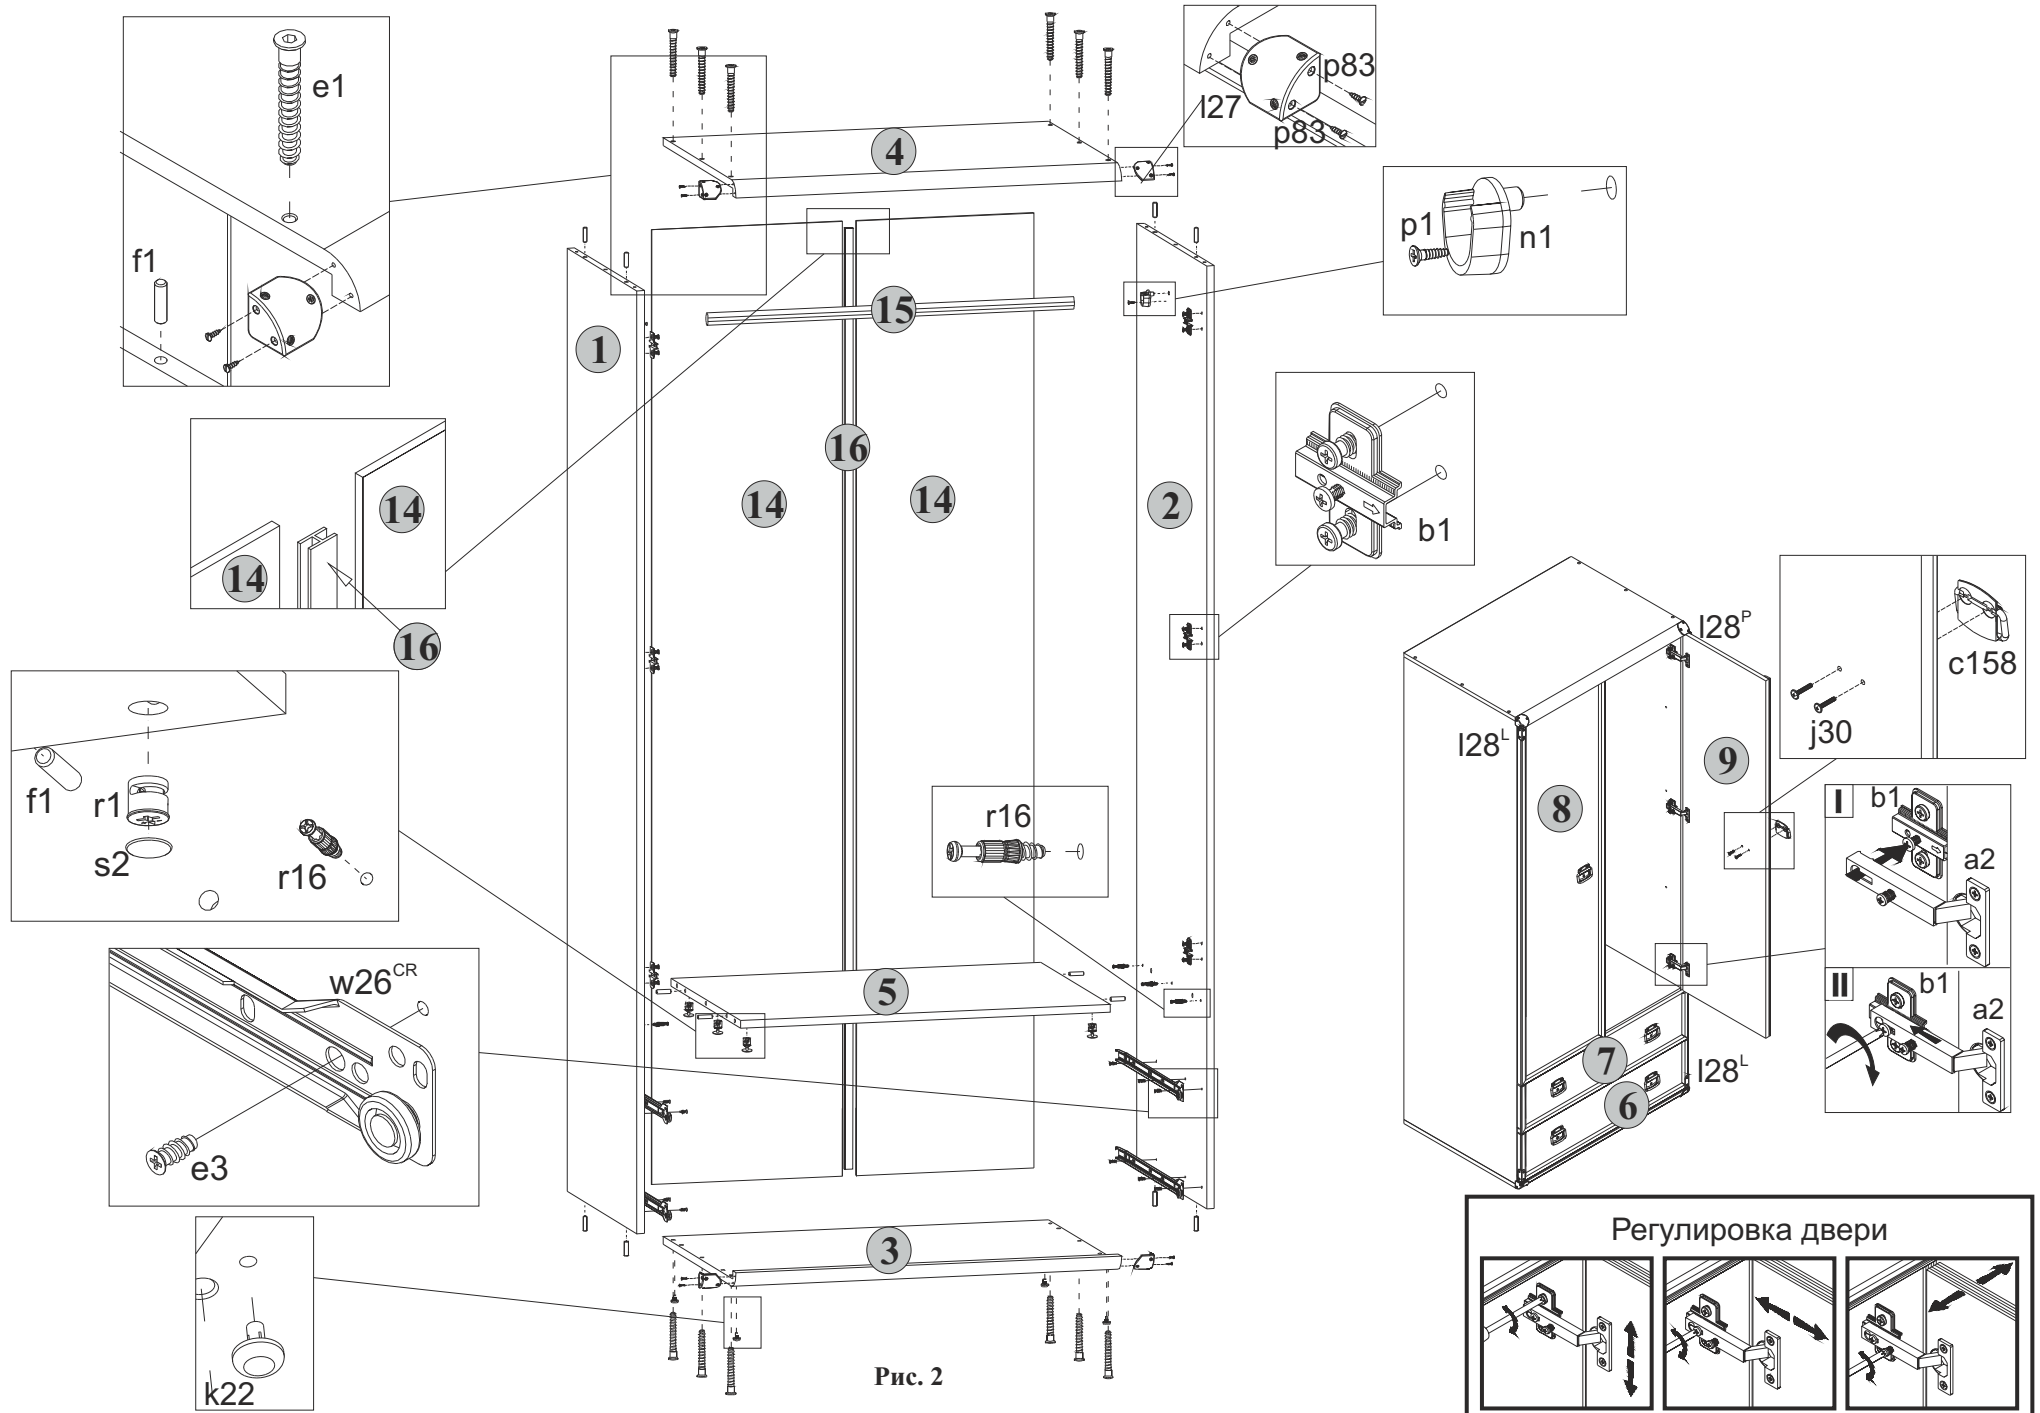

Рис. 2
- 5.10 К стенкам боковым **1** и **2** присоединить щиты нижний **3** и верхний **4** и стянуть еврошурупами **e1**, пользуясь специальным ключом **z1** из комплекта фурнитуры (**см.рис. 2**).
- 5.26 Положить двери **8** и **9** фасадной поверхностью вниз на ровную поверхность. Закрепить на дверях петли шарнирные **a2**, пользуясь крестообразной отверткой (**см.рис.2**).
- 5.27 Навесить двери на корпус шкафа, совместив петли шарнирные **a2** с направляющими петлей **b1** (**см.рис.2**). При необходимости отрегулировать положение дверей вращая регулировочные винты, как показано на **рисунке 2**.
кромках полки соединительной 5 вбить деревянные шканты f1 (см.рис. 2).
5.5 В отверстия диаметром 5 мм над направляющими роликовыми w26^{CL} и w26^{CR} на внутренних поверхностях стенок боковых 1 и 2 вкрутить винты стяжки r16, пользуясь крестообразной отверткой (см.рис. 2).
5.7 На нижней поверхности полки соединительной 5 в отверстия диаметром 15 мм вставить стяжки эксцентриковые r1 (см.рис. 2).
5.8 В отверстия диаметром 5 мм на нижней поверхности щита нижнего 3 вставить опоры полимерные k22 (подпятники) (см.рис. 2).